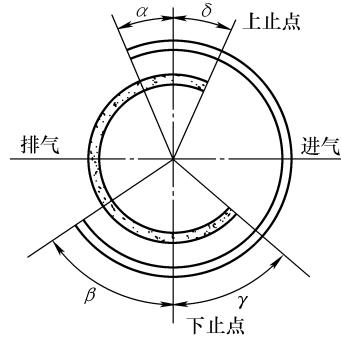

图 1-6 可变配气相位
(1) 定义 可变配气相位技术是指进、排气门开闭时刻和开启持续时间随发动机工况的变化而改变, 从而提高了发动机充气效率。
(2) 结构特点 进气配气相位为  $180^\circ +$  进气提前角  $\alpha +$  进气迟后角  $\beta$ ; 排气配气相位为  $180^\circ +$  排气提前角  $\gamma +$  排气迟后角  $\delta$ , 如图 1-6 所示。